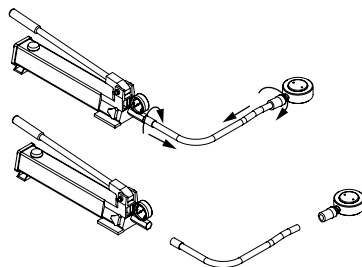

Fig. 29
5. Avvitare insieme pompa manuale idraulica (2.4) e tubo idraulico e apporre i tappi antipolvere. (Fig. 29)